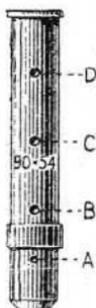

Fig. 24
L'ensemble des trois pièces ci-dessus (voir fig. 24, 25, 26 et 27) est dénommé « montage 12 ».
**Gicleurs principaux.** — Les gicleurs principaux (fig. 24) sont fabriqués suivant quatre modèles. Ils sont désignés et marqués du nombre indiquant en centièmes de millimètres l'orifice de passage d'essence, suivi de l'un des nombres 51, 52, 54 ou 56 qui caractérisent les diamètres et la disposition des trous latéraux A.B.C.D. Ce sont ces trous qui fixent l'automatisme du gicleur, c'est-à-dire la loi du débit de ces gicleurs par rapport aux dépressions qui les font débiter.